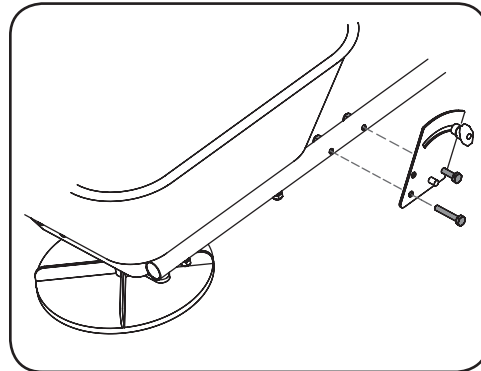

Figure 2-12
- Utilisez deux boulons M6 x 40 et des écrous de blocage pour fixer la plaque de commande sur le côté droit du cadre. Consultez la Figure 2-12.